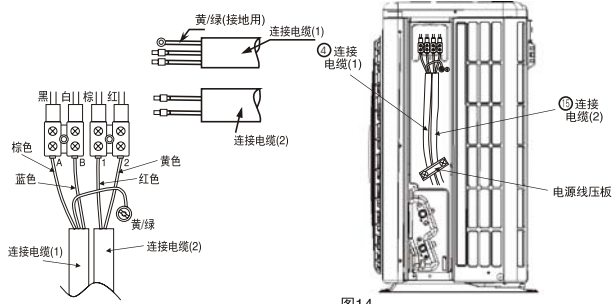

图14
- (1) 把连接电缆按电气接线图所示正确地牢固连接。（紧固力为0.8~1.5N·m）
- (2) 用电源线压板将连接电缆压住后，用螺钉紧固，按图14安装。
- (1) 用附件④及⑤连接电缆按接线图要求正确地连接室内外机组，绝对不可连接错误（如图14）。
- (2) 连接电缆必须用室内外机组上的附属电线压板压紧。
· 接地线必须根据图14所示用连接电缆中黄/绿色导线接至带有“⊕”标记的接线端子上。